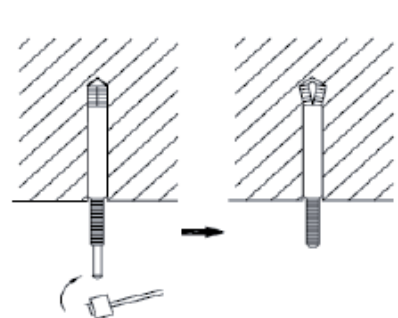

Fig.8
3. Inserire i bulloni di ancoraggio nei fori, e guidare i perni completamente nei bulloni di ancoraggio con un martello. (Fig. 8).